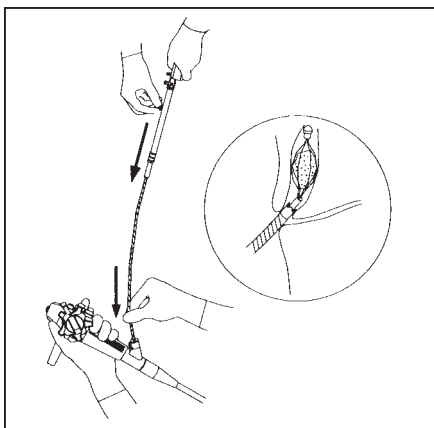

Рис. 3.10.
3. Плавными движениями введите спиральную (проволочную) оболочку, медленно перемещая ручку спиральной (проволочной) оболочки, как показано на рис. 3.10.
Показанная на рис. 3.10 манипуляция требует координации действий оператора и ассистента. Необходима отработка данной манипуляции перед её действительным выполнением во время процедуры на пациенте.